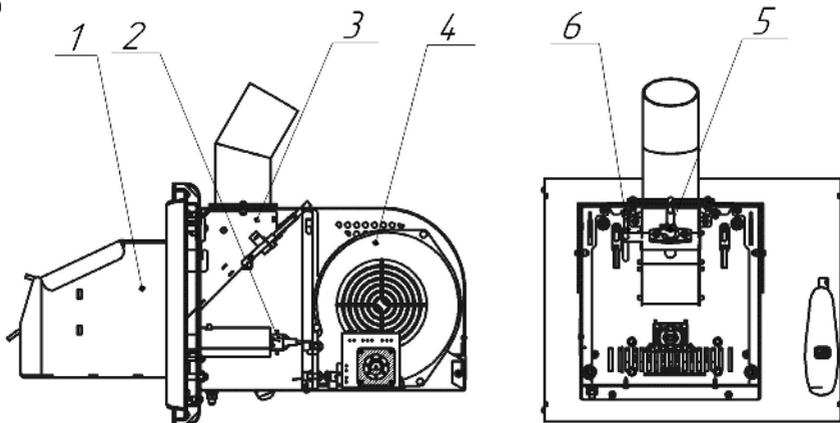

Рисунок 2 - Горелочное устройство
Горелочное устройство (Рис. 2) состоит из жаровни (1), в которой происходит автоматический розжиг и горение пеллет; ТЭНа розжига (2), который производит розжиг пеллет; подающего лотка (3) с патрубком подачи, посредством которых происходит подача пеллет из бункера в жаровню; вентилятора (4), который в зависимости от заданных параметров, подает требуемое количество воздуха для горения пеллет; оптического датчика пламени (5), с температурным датчиком, который предназначен для определения наличия пламени в жаровне и контроля температуры лотка и внутри кожуха горелки; датчика затора пеллет (6), контролирующего возможный затор пеллет и подающего сигнал на пульт управления при возможной аварийной ситуации.